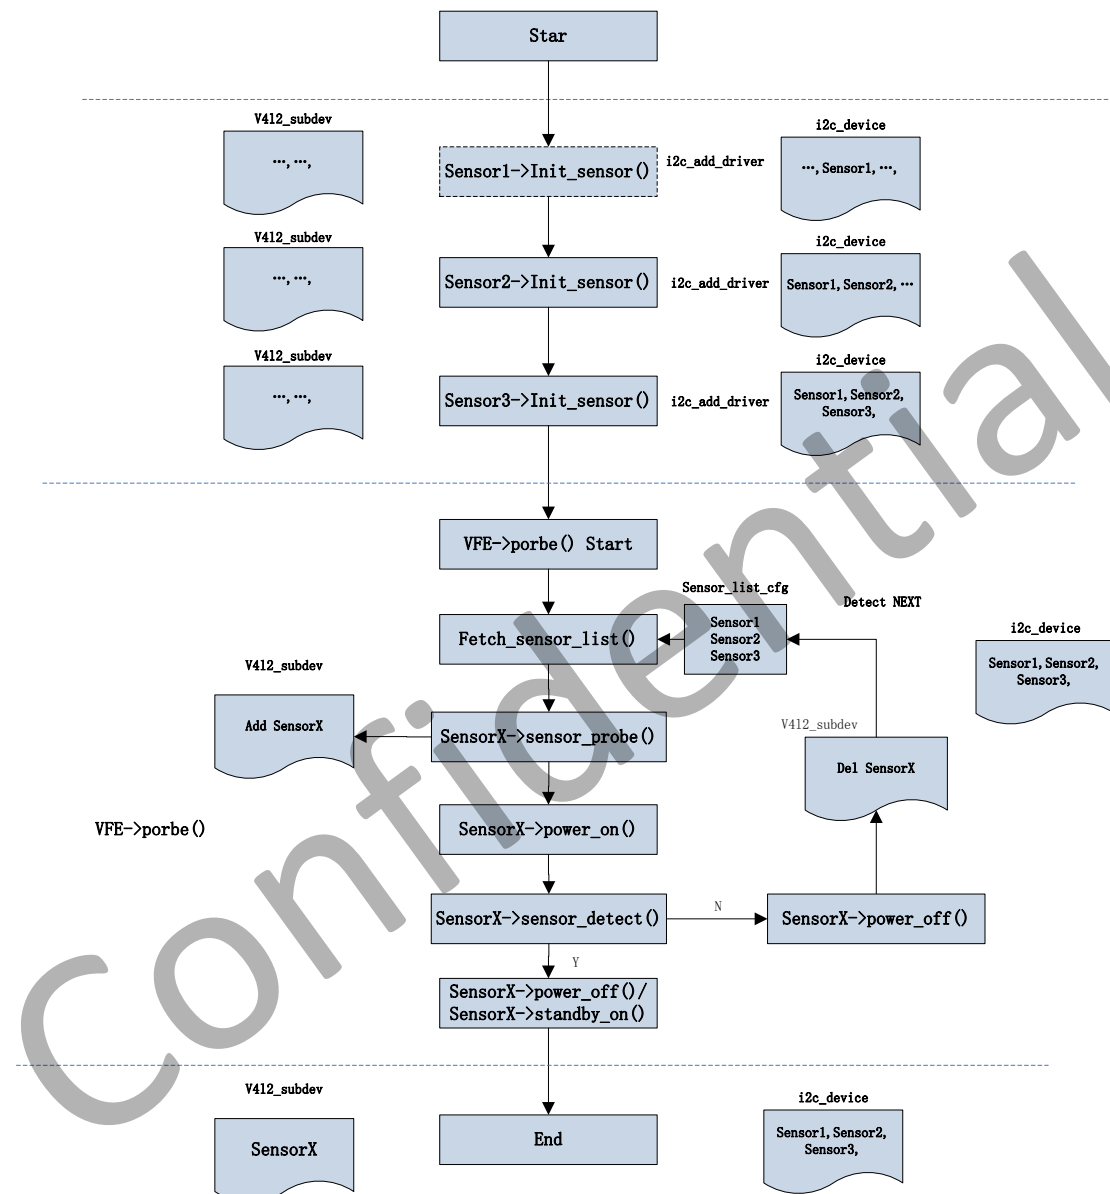

图1 Camera Detector 流程图
1. 系统启动加载各个有待检测的 camera sensor 驱动，此时会调用 i2c\_add\_driver 函数，将该 sensor 驱动添加到 i2c 设备列表中。如图 1 所示，在 insmod 时，每个驱动的 init\_sensor 函数会被执行，则其主要作用就是将当前驱动添加到 i2c driver 下，为之后挂载 subdev 做准备。